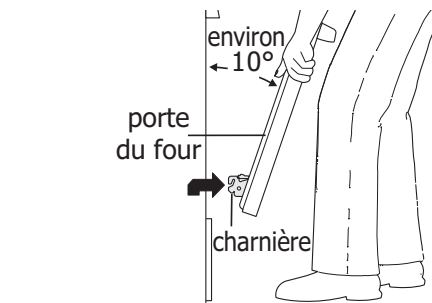
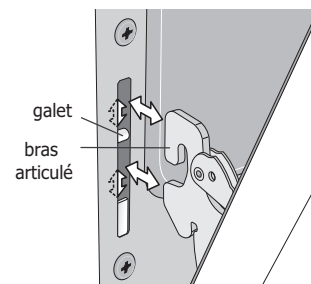

Figure 24 : Soutien de la porte pour la dépose
Figure 25 : Repose du bras articulé et du galet
3. Saisir fermement les deux côtés de la porte du four. Ne pas la soulever par la poignée (voir Figure 24).
4. Ouvrir la porte à un angle d'environ 10 degrés du cadre de porte (voir Figure 24).
5. Soulever les bras articulés hors des galets situés de part et d'autre du cadre de four (voir Figure 25).
1. Saisir fermement les deux côtés de la porte du four. Ne pas la soulever par la poignée (voir Figure 24).
2. Tout en tenant la porte au même angle que pour la dépose, asseoir le crochet du bras articulé sur les galets situés de part et d'autre du cadre de four (voir Figure 24 et Figure 25). Le crochet du bras articulé doit s'asseoir fermement sur les galets.